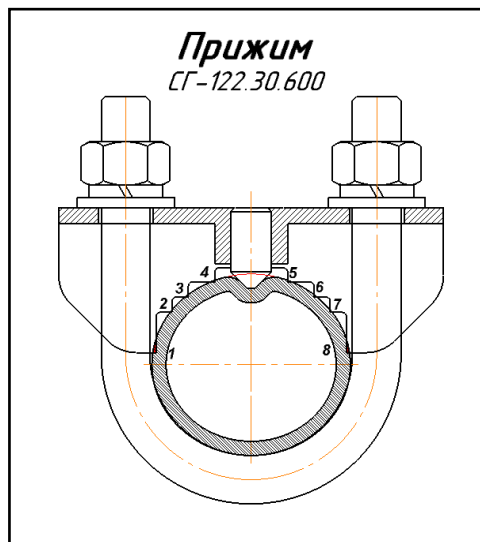

Рисунок 20.3 – Затяжка прижимов граблин комбинированного шлейфа
5) После установки угла наклона пружинных пальцев необходимо произвести затяжку скоб крепления крутящим моментом от 82 до 90 Н·м. Затяжку гаек скобы прижима граблин шлейфа следует производить равномерно, не допуская перекоса. После затяжки гаек крепления ВСЕ зубья прижима (8 шт., рисунок 20.3) должны врезаться в трубу на глубину не менее 1 мм.